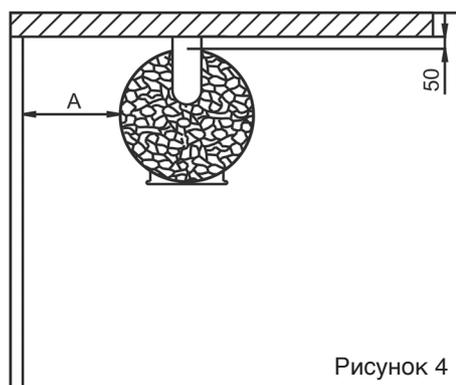

Рисунок 4
4. Для стены из кирпичной кладки достаточен воздушный зазор 50 мм между вертикальной поверхностью каменки и стеной. (Рис. 4)